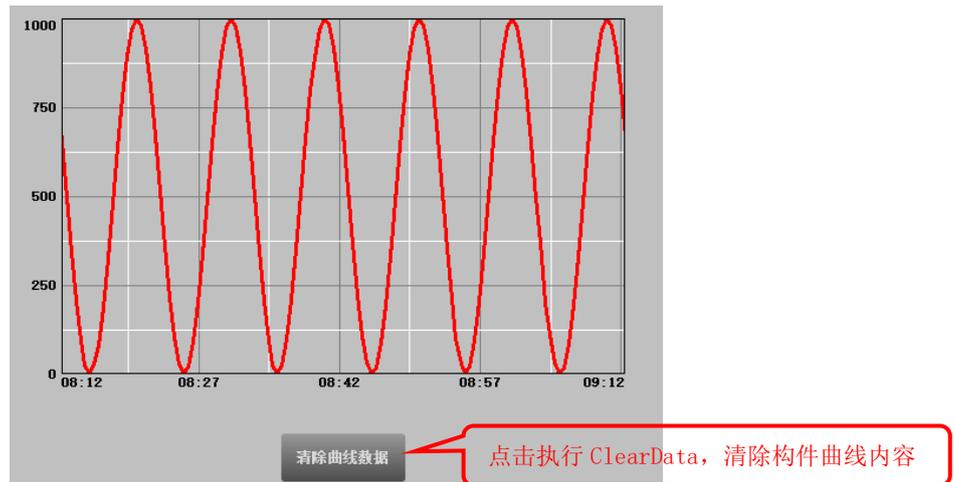

图 5.1-11 实时曲线构件运行效果
- ⑩ 点击保存步骤 9 添加到方法函数。将工程下载到 TPC 或者直接模拟运行，“模拟设备”将对通道 1 关联的变量“温度 01”，以正弦波的方式赋值 0~1000，实时曲线构件记录的“温度 01”数值曲线如图 5.1-11 所示：